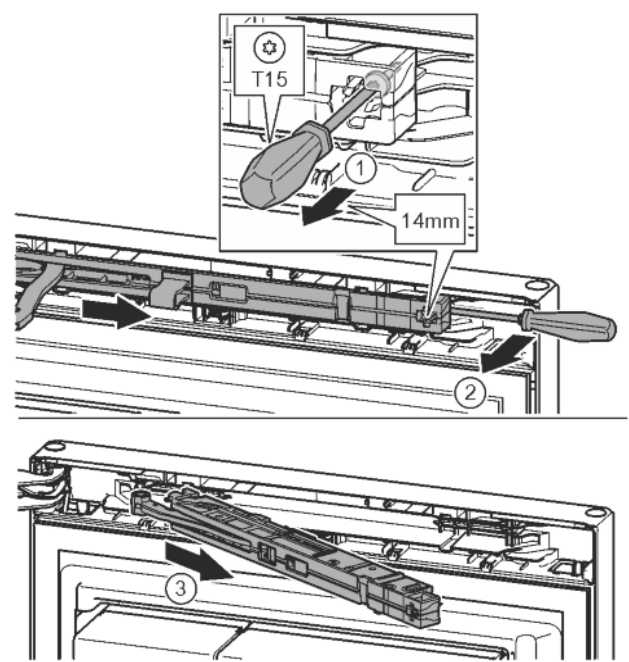

Fig. 13
- Ослабить винт на узле амортизатора с помощью отвертки T15 примерно на 14 мм. Fig. 13 (1)
- Отверткой со стороны ручки переместиться за узел амортизатора и повернуть вперед. Fig. 13 (2)
- Извлечь узел амортизатора. Fig. 13 (3)